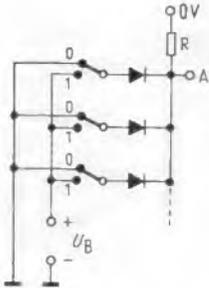

Bild 6. Diodenschaltung eines ODER-Gliedes
2.3 Beispiel für den Aufbau eines ODER-Gliedes (Bild 6)